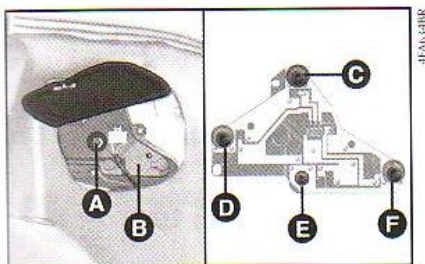

fig. 26
2) Levantar a tampa de proteção, retirar a porca **A**-fig. 26, girando-a no sentido anti-horário, e remover o porta-lâmpadas **B**.
As lâmpadas são do tipo: fig. 26: